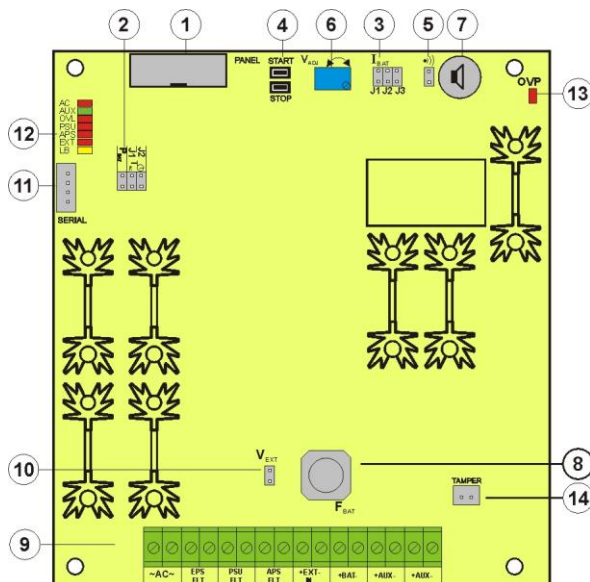

Abb. 2. Ansicht der PCB Platte des Netzteils.
Tabelle 1. Elemente der pcb -Platte des Netzgeräts (Abb. 2).
①	Separationstrafo
②	Patte des Netzgeräts (siehe Tab. 1, Abb. 2)
③	TAMPER ; Mikroschalter (Kontakte) des Antisabotageschutzes (NC)
④	F_{MAINS} Sicherung im Kreis der Speisung (~230 V)
⑤	L-N Klemme der Versorgung 230 V, Schutzklemme
⑥	Steckverbinder des Akkus; positiv: +BAT = rot, negativ: - BAT = schwarz
⑦	Griff des Antisabotagetampers